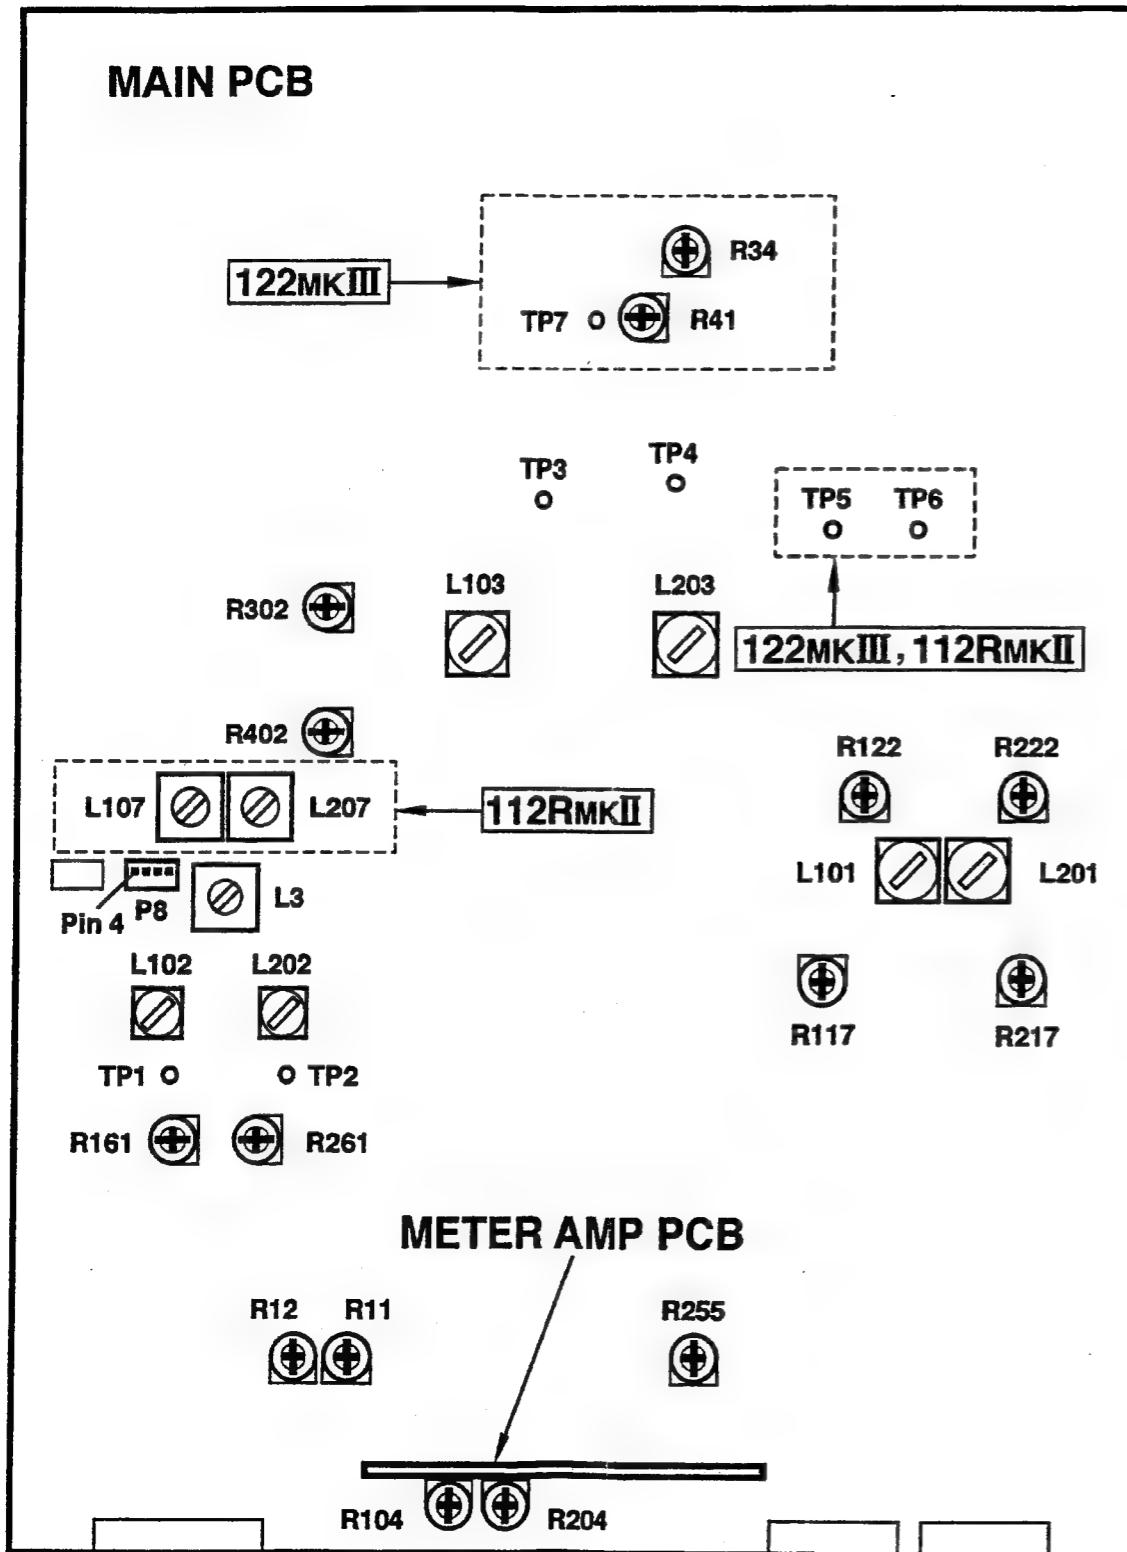

Fig. 3-4 Adjustment and test point locations
5. Unless otherwise specified, refer to Fig. 3-4 for location of test points and adjustment points.
5. 特に指示のない場合、テスト・ポイントおよび調整個所は図 3-4 を参照してください。